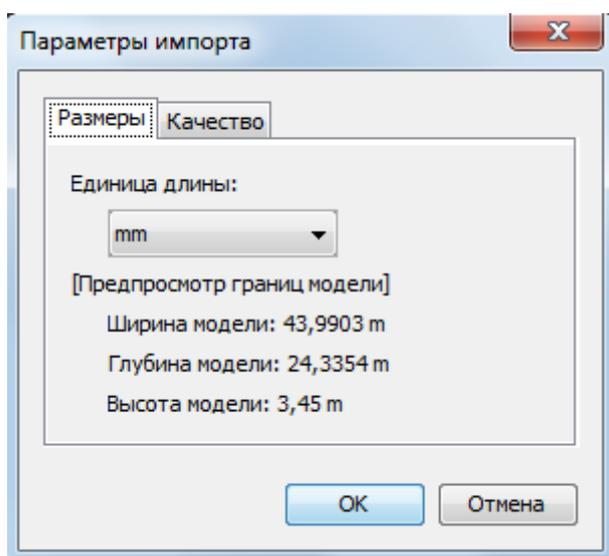

Рисунок 4-1 Параметры импорта CAD
3. Выберите единицы длины в окне «**Параметры импорта**», которое показано на рисунке Рисунок 4-1.